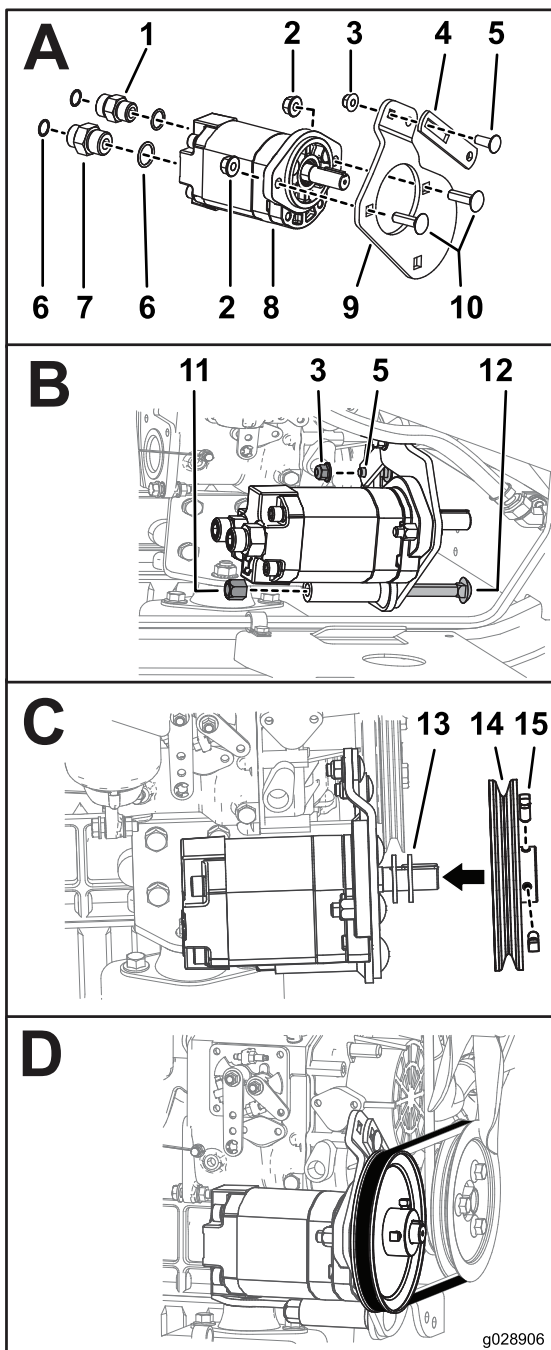

Figura 7
3. Instale a união adaptadora (5/8 x ¾ pol. macho) e anéis de retenção na porta direita na bomba de engrenagens (Caixa A da Figura 7).
4. Instale a união adaptadora (5/8 x 5/8 pol. macho) e anéis de retenção na porta esquerda na bomba de engrenagens (Caixa A da Figura 7).
5. Instale sem apertar o braço tensor na placa da bomba de engrenagens utilizando um parafuso (3/8 pol.) e uma porca flangeada (3/8 pol.) (Caixa A da Figura 7).
6. Instale a placa da bomba de engrenagens no conjunto da bomba de engrenagens utilizando dois parafusos de carroçaria (7/16 pol.) e duas porcas de bloqueio (7/16 pol.) como se mostra na Caixa A da Figura 7.
8. Instale sem apertar o conjunto da bomba de engrenagens no suporte utilizando um parafuso de carroçaria (1/2 pol.), uma porca de bloqueio (1/2 pol.), um parafuso (3/8 pol.) e uma porca flangeada (3/8 pol.) como se mostra na Caixa B da Figura 7.
9. Coloque duas anilhas no conjunto da bomba de engrenagens, instale a polia e prenda a polia com dois parafusos de afinação (5/16 pol.) como se mostra na Caixa C da Figura 7.
10. Instale a correia nas duas polias como se mostra na Caixa D da Figura 7.